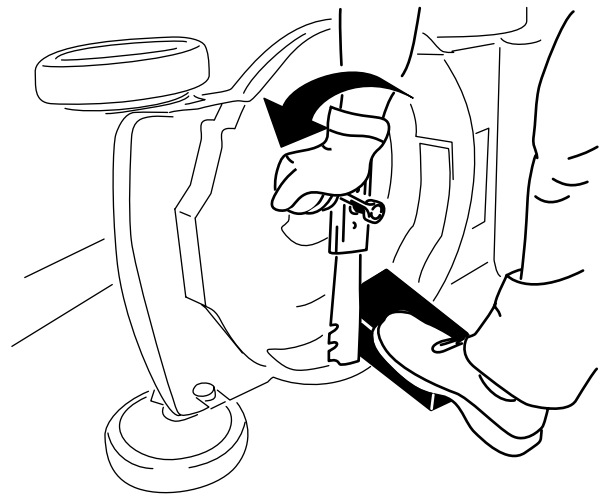

Figure 20
2. Immobilisez la lame avec un morceau de bois (Figure 20).
3. Retirez le boulon de lame et la lame ; conservez le boulon (Figure 20).